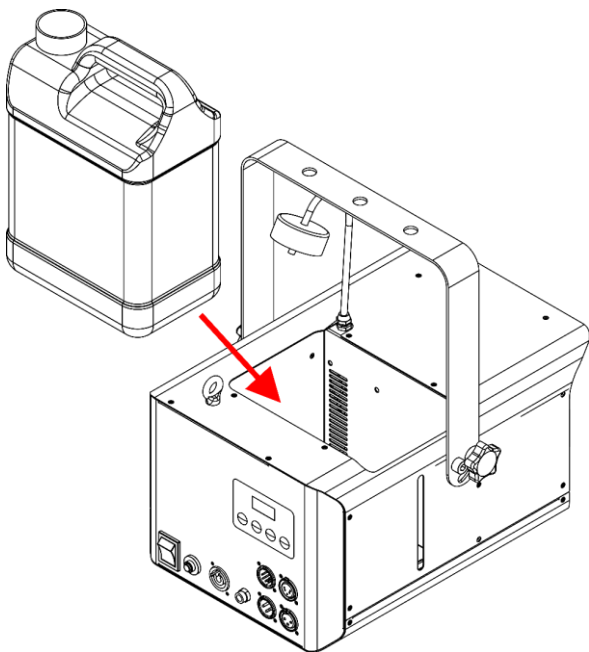

Abb. 12
07) Setzen Sie den Flüssigkeitstank wieder in das Gerät ein, wie in Abb. 12 gezeigt.